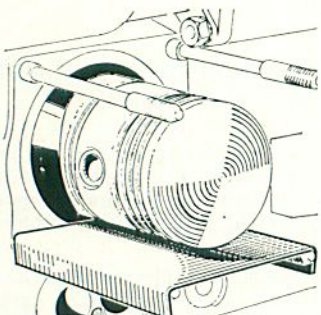

Figure 55.
N.B. — Les cylindres étant déposés, on peut remplacer les fourches en bois par des plaquettes de tôle (fig. 55).